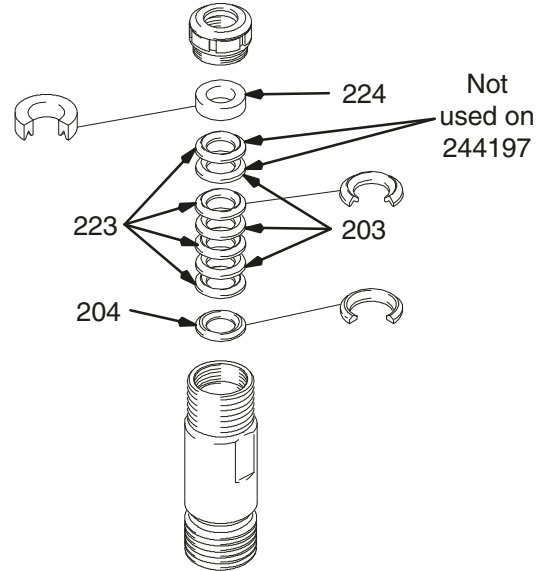

Fig. 12
Fig. 12. Faites tremper tous les joints en cuir dans de l'huile SAE 30W pendant 1 heure au minimum avant le montage. Mettez la garniture mâle (204) dans le cylindre. Enfilez alternativement les joints en UHMWPE (203) et en cuir (223) (attention au sens). Mettez la garniture femelle (224) dans le haut du cylindre. Placez les joints d'étanchéité.